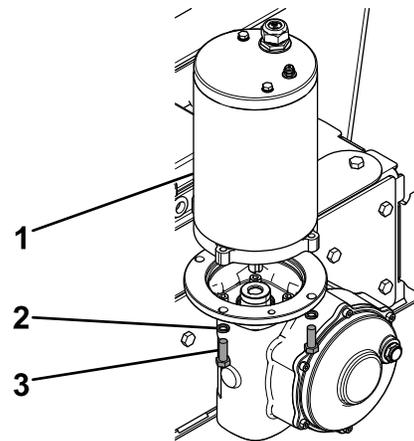

Bild 9
- Befestigen Sie den zuvor entfernten Motor mit den vier Schrauben (3/8") und vier Sicherungsscheiben (3/8") am Getriebe, wie in Bild 9 dargestellt.